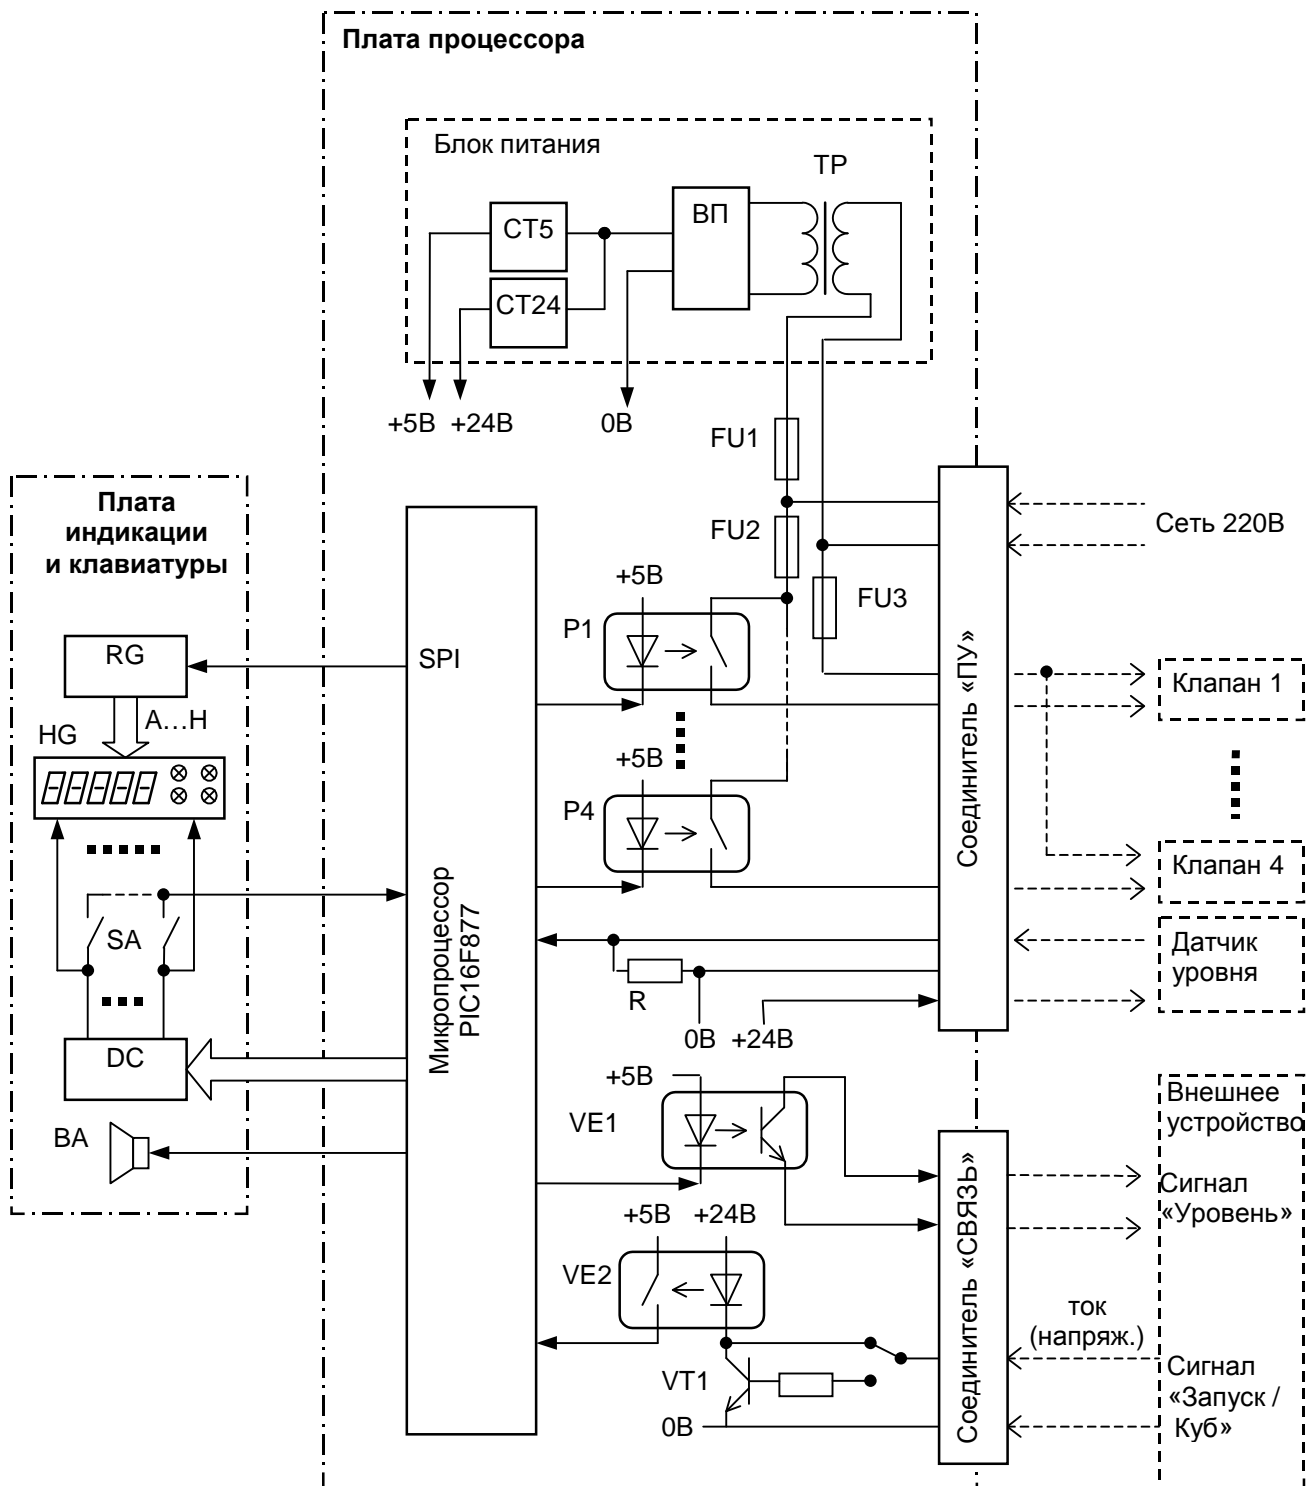

Рис. 5 – Функциональная схема БУП
1.5.3.4 Функциональная схема БУП представлена на Рис. 5.